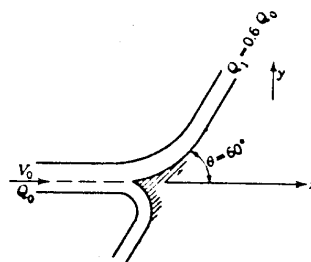

Figura P3.16
3.16 Calcule as componentes x e y da força necessária para suportar a placa da figura P3.16.